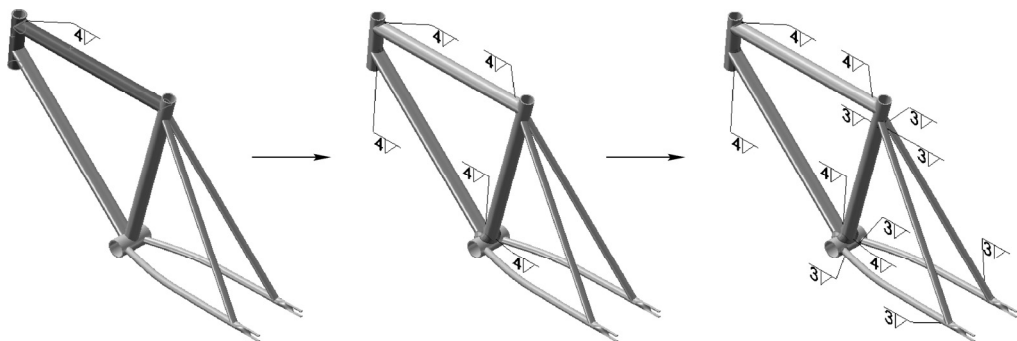

图 9-84 创建焊缝操作
STEP 9 单击“焊接”工具栏中的“焊缝”按钮，通过选择面组的方式，创建多个焊缝，焊缝的圆角半径为 3mm 或 4mm（任何相交的构件连接处都需要创建焊缝），完成三脚架的创建，如图 9-84 所示。